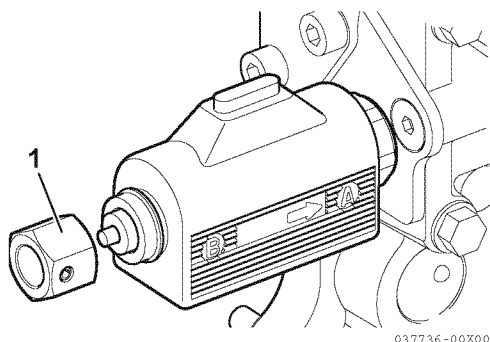

Figure 9
2. Inversez l'écrou d'urgence (1, **Figure 9**) et vissez-le sur la soupape électrique.